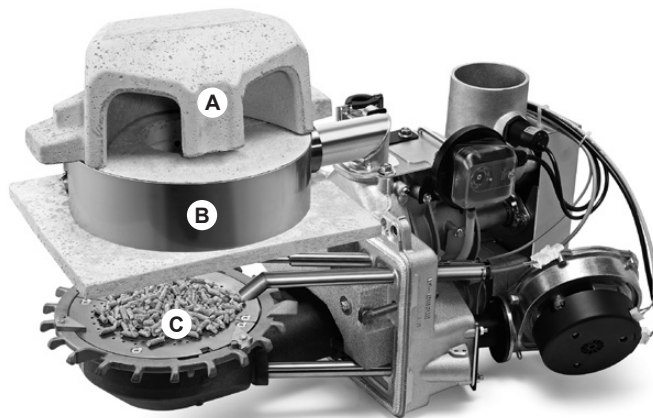

Bild 10
4. Nachverbrennungsring (B, Bild 10) inkl. Luftdüsen reinigen und Dichtung für Sekundärluftrohr kontrollieren
5. Staubabscheider (A, Bild 10) reinigen